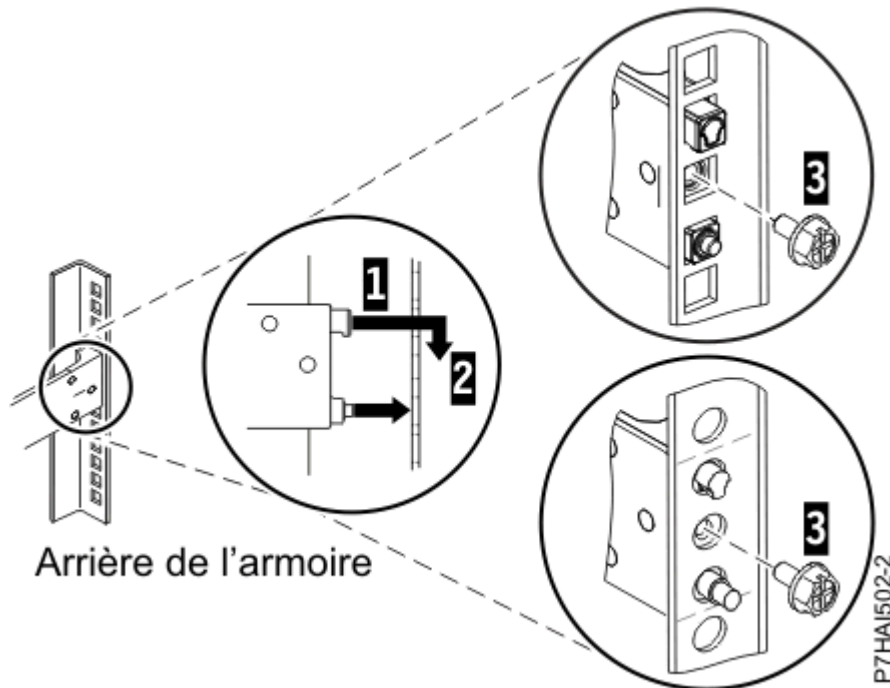

Figure 3 : Alignement et fixation des broches dans les trous situés à l'arrière de l'armoire
- Alignez les deux broches situées à l'arrière de la glissière, sur les trous supérieur et inférieur précédemment marqués de l'unité EIA sélectionnée. Tirez la glissière vers vous et insérez les deux broches dans les deux trous de l'armoire (1) et abaissez la glissière (2) pour engager le crochet sur la broche. Pour plus de détails, voir Figure 3, à la page 5. Avant de passer à l'étape suivante, vérifiez que les deux broches traversent les trous de l'armoire.